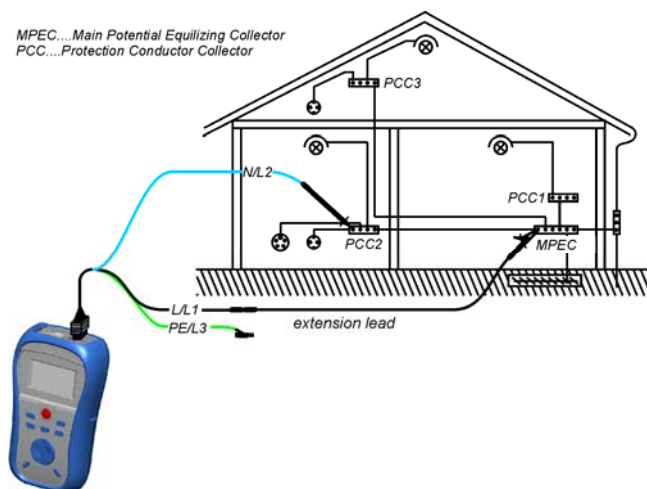

Bild 5.9: Anschluss des Universal-Prüfkabels mit optionaler Verlängerungsleitung
- **Schließen** Sie die Prüfleitungen an der entsprechenden Schutzerde-Verdrahtung an (siehe *Bild 5.9*).